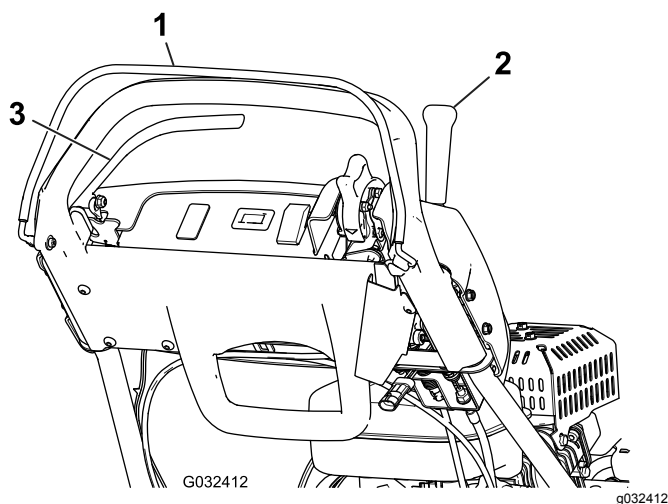

Figura 31
3. Tentate di innestare la leva della trazione con l'OPC rilasciato (Figura 31). La leva della trazione non deve innestarsi. Se la leva della trazione si innesta, il sistema di sicurezza deve essere revisionato. Rettificate il problema prima di utilizzare il tosaerba; fate riferimento a Revisione del microinterruttore di sicurezza della trazione (pagina 35).
2. Tenete premuto l'OPC, la leva della trazione innestata e i comandi del motore in posizione di avviamento (**Figura 31**). Cercate di avviare il motore. Il motore non si deve avviare. Se dovesse avviarsi, occorre fare revisionare il microinterruttore di sicurezza. Rettificate il problema prima di utilizzare il tosaerba. Fate riferimento a Revisione del microinterruttore di sicurezza della trazione \(pagina 35\).
4. Tenete premuto l'OPC e la leva della trazione innestata per rilasciare l'OPC stesso (**Figura 31**). La leva della trazione deve disinnestarsi. Se la leva della trazione non si disinnesta, il sistema di sicurezza deve essere revisionato. Rettificate il problema prima di utilizzare il tosaerba; fate riferimento a Revisione del microinterruttore di sicurezza della trazione \(pagina 35\).
5. Tenete premuto l'OPC e la leva del cambio spostata a sinistra per innestare il comando della trazione e trasmissione del cilindro e rilasciare l'OPC stesso (**Figura 31**). La leva della trazione deve disinnestarsi. Se la leva della trazione non si disinnesta, il sistema di sicurezza deve essere revisionato. Rettificate il problema prima di utilizzare il tosaerba.; vedere Revisione del microinterruttore di sicurezza della trazione \(pagina 35\) o Regolazione del comando del cilindro \(pagina 38\).
6. Tenete premuto l'OPC e la leva del cambio spostata a sinistra per innestare il comando della trazione e del cilindro, spostate la leva del cambio a destra per disinnestare il comando del cilindro (**Figura 31**). La trasmissione del cilindro deve disinnestarsi. Se la trasmissione del cilindro non si disinnesta, il sistema di sicurezza deve essere revisionato. Rettificate il problema prima di utilizzare il tosaerba.; vedere Regolazione del comando del cilindro \(pagina 38\).
2. Tenendo la leva della trazione disinnestata, il freno di servizio inserito e i comandi del motore in posizione di avviamento (**Figura 31**), tentate di avviare il motore. Il motore deve avviarsi. Se non dovesse avviarsi, occorre fare revisionare il microinterruttore di sicurezza. Rettificate il problema prima di utilizzare la macchina; fate riferimento a Manutenzione del microinterruttore di sicurezza del freno \(pagina 35\).
3. Con il motore acceso, innestate il freno di servizio (non il freno di stazionamento), premete l'OPC e inserite la leva della trazione (**Figura 31**). Il motore dovrà funzionare senza essere compromesso dal freno, ma senza spegnersi. Se dovesse spegnersi immediatamente, occorre fare revisionare il microinterruttore di sicurezza. Rettificate il problema prima di utilizzare la macchina; fate riferimento a Manutenzione del microinterruttore di sicurezza del freno \(pagina 35\).
4. Con il motore acceso, innestate il fermo del freno di stazionamento, premete l'OPC e inserite la leva della trazione (**Figura 31**). Il motore dovrebbe spegnersi. Se il motore non si spegne, occorre far revisionare il microinterruttore di sicurezza. Rettificate il problema prima di utilizzare il tosaerba; fate riferimento a Manutenzione del microinterruttore di sicurezza del freno \(pagina 35\).